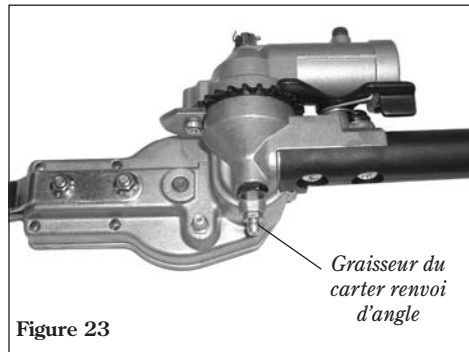

Figure 23
- Retirer le carter renvoi d'angle du tube. À l'aide d'une pompe à graisse, injecter de la graisse à base de Lithium (10 grammes environ) dans l'orifice de graissage du carter renvoi d'angle, jusqu'à ce que la graisse usée soit expulsée du carter renvoi d'angle (Figure 23). La graisse expulsée sera visible au niveau de la cavité du tube de transmission. Nettoyer l'excédent de graisse, puis remonter le carter renvoi d'angle sur le tube de transmission. S'assurer que le boulon de centrage s'engage bien dans l'orifice au niveau du tube de transmission. Serrer fermement les deux boulons.